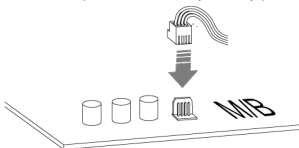

Рис. 6
4) Подключите питание вентилятора к соответствующему разъему материнской платы (CPU Fan) как на Рис. 6.